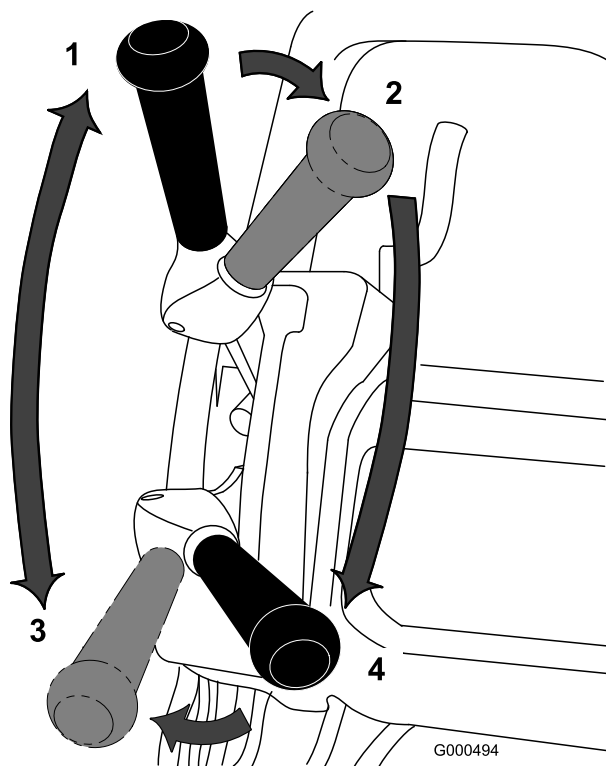

Рисунок 27
1. Запустите двигатель, установите с помощью дроссельной заслонки пониженные обороты, нажмите на ручку вниз, чтобы поднять режущий блок, нажмите на кнопку механизма контроля присутствия оператора, переведите рычаг тяги в положение «Вкл.» и переместите газонокосилку на край поля (Рисунок 27).
2. Переведите рычаг тяги в положение «Выкл.» и включите рычаг привода барабана (Рисунок 27).
3. Переведите рычаг тяги в положение «Вкл.», увеличивайте посредством дроссельной заслонки частоту вращения двигателя до тех пор, пока газонокосилка не будет двигаться с требуемой скоростью, переместите газонокосилку на поле, опустите переднюю часть газонокосилки и начните работу (Рисунок 27).